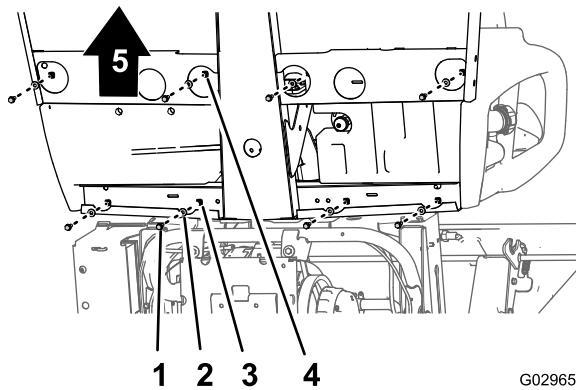
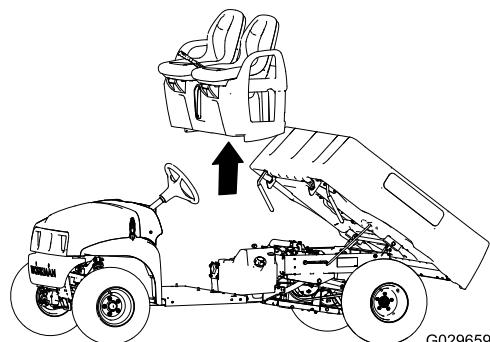

Bild 44
Bild 45
1. Entfernen Sie an der Unterseite der Maschine die acht Bundkopfschrauben und acht Scheiben, mit denen das Sitzunterteil an der Bodenplatte und dem hinteren Kabinenkanal befestigt ist (Bild 44).
2. Nehmen Sie die Sitze, das Sitzunterteil und die Feststellbremszüge von der Maschine ab (Bild 44).
1. Setzen Sie die Sitze und das Sitzunterteil auf die Maschine und fluchten Sie die Bremszüge mit dem Chassis aus (Bild 44 und Bild 45).
2. Fluchten Sie die Löcher im Sitzunterteil mit den Löchern in der Bodenplatte und dem hinteren Kabinenkanal aus (Bild 44 und Bild 45).